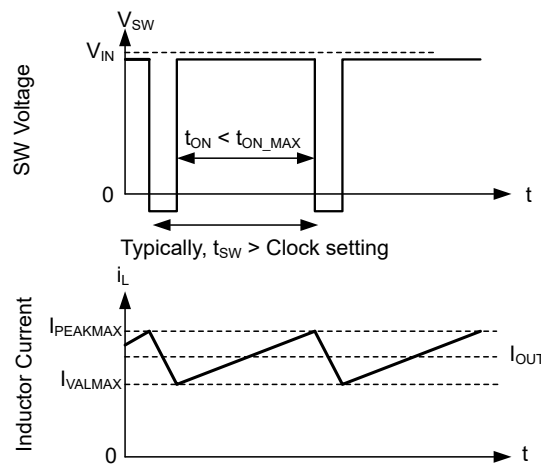

图 7-12. 电流限值波形
当低侧 (LS) 开关接通时，也会检测和监控流经该开关的电流。与高侧器件一样，低侧器件具有由内部误差放大器环路命令的关断功能。对于低侧器件，即使振荡器正常启动一个新的开关周期，也会在电流超过此值时阻止关断。与高侧器件一样，关断电流的高低也受到限制。该限值在图 7-12 中称为低侧电流限值 I_{VALMAX} 。如果超出低侧电流限值，低侧 MOSFET 将保持导通状态，高侧开关不会导通。一旦低侧电流降至此限值以下，低侧开关就会关断，并且只要自高侧器件上次导通后至少经过一个时钟周期，高侧开关就会再次导通。